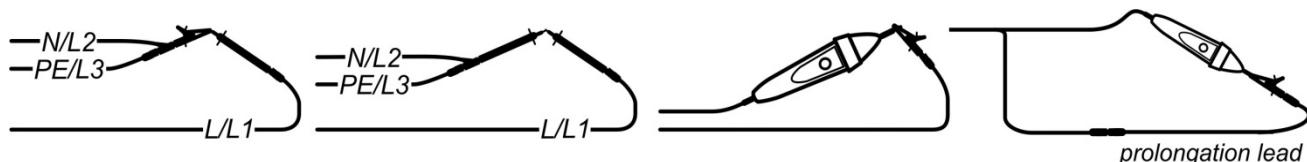

Рисунок 5.16: Закороченные испытательные выводы
- **Подключите** испытательный кабель к прибору и закоротите вместе испытательные провода (см. *Рисунок 5.16: Закороченные испытательные выводы*).